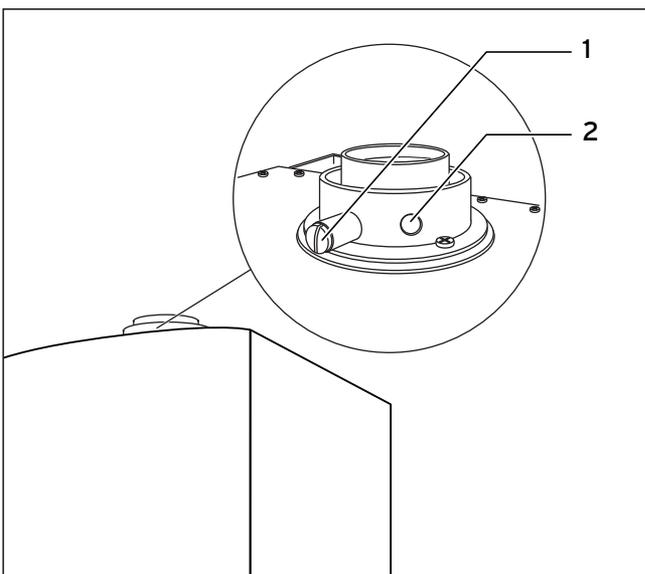

Abb. 6.4 Schornsteinfeger-Messungen
- Nehmen Sie Messungen im Abgasweg an der Prüföffnung (1) vor (Abb. 6.4). Messungen im Luftweg können Sie an der Prüföffnung (2) vornehmen.